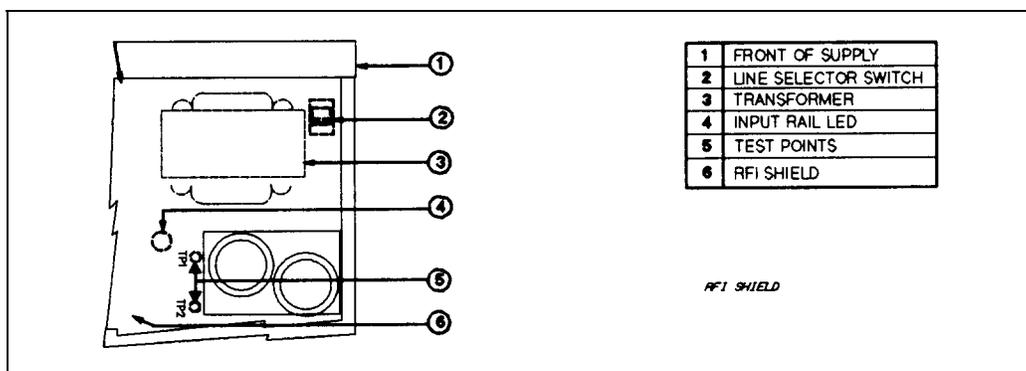

図 C-1. 電源選択スイッチ
4. ダスト・カバーを引いていくと電源選択スイッチが現れます(図 C-1 参照)。